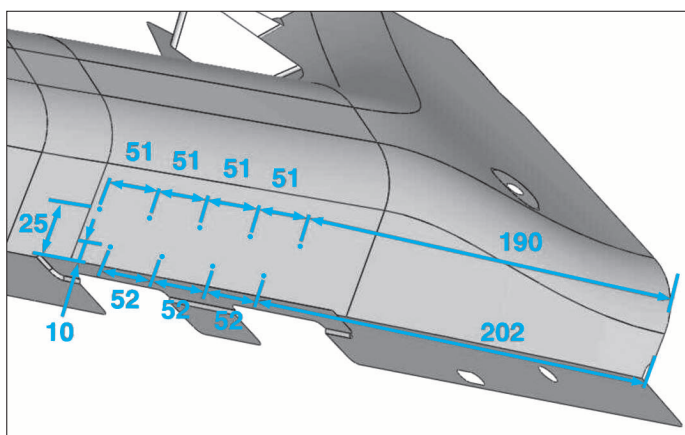

FIG. 73
- Tracer puis percer à Ø 6,5 mm pour le soudage par bouchonnage (Fig.73).